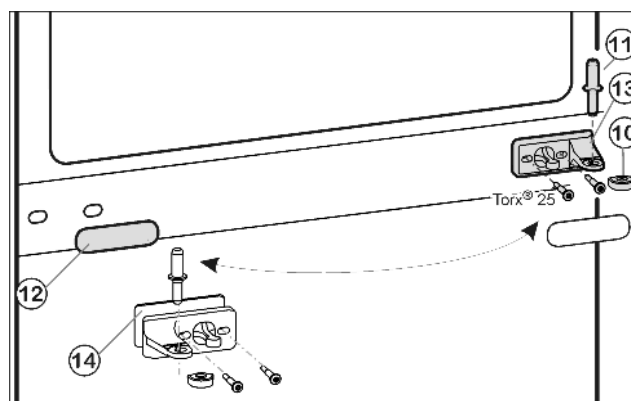
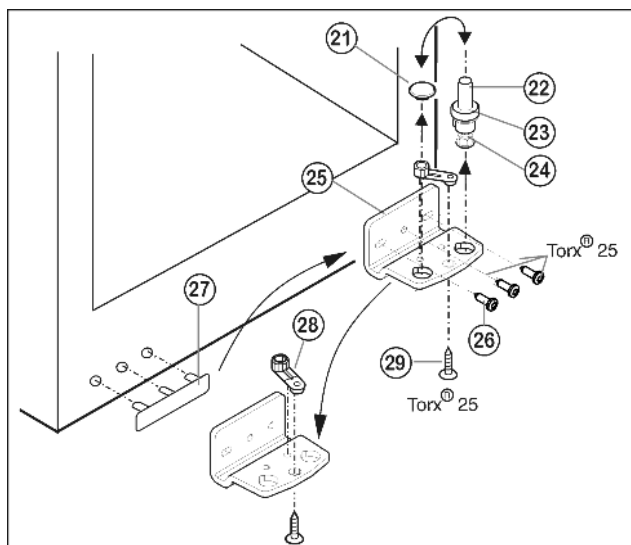

Fig. 6
Fig. 7
- Вытащите из опорного кронштейна и нижней дверцы средний опорный винт Fig. 6 (11).
- Снимите пластмассовый колпачок Fig. 6 (10).
- Открутите средний опорный кронштейн Fig. 6 (13) (2 шт. Torx® 25).
- Осторожно снимите накладку Fig. 6 (12).
- Прикрутите средний опорный кронштейн Fig. 6 (13) с подкладкой Fig. 6 (14) с поворотом на 180° на новую сторону шарнира (с моментом 4 Нм).
- Защелкните накладку Fig. 6 (12), повернув на 180°, на стороне, где теперь будет ручка.
- Извлеките опорный винт Fig. 7 (22) в комплекте с шайбой Fig. 7 (23) и регулируемой опорой Fig. 7 (24), вытягивая его вверх.
- Снимите пробку Fig. 7 (21).
- Открутите Fig. 7 (26) опорный кронштейн Fig. 7 (25).
- Открутите Fig. 7 (29) опорную деталь Fig. 7 (28) и, переставив в отверстие на противоположной стороне опорного кронштейна, снова прикрутите.
- Осторожно снимите и переставьте на противоположную сторону крышку со стороны ручки Fig. 7 (27).
- Снова прикрутите опорный кронштейн Fig. 7 (25) на новой стороне шарнира (**с моментом 4 Нм**). При необходимости используйте аккумуляторный шуруповерт.
- Переставьте пробку Fig. 7 (21) в свободное отверстие.
- Вновь установите опорный винт Fig. 7 (22) в комплекте с шайбой и регулируемой опорой. При этом фиксатор должен быть направлен назад.
- Установите нижнюю дверцу сверху на нижний опорный винт Fig. 7 (22).
- Снова наденьте пластмассовый колпачок Fig. 6 (10) на средний опорный кронштейн Fig. 6 (13).
- Вставьте средний опорный винт Fig. 6 (11) на новой стороне шарнира через средний опорный кронштейн Fig. 6 (13) в нижнюю дверцу.
- Установите верхнюю дверцу на средний опорный винт Fig. 6 (11).
- При необходимости выровняйте дверцы через два продольных паза в нижнем опорном кронштейне Fig. 7 (25) и среднем опорном кронштейне Fig. 6 (13) параллельно корпусу устройства. Для этого выкрутите средний винт на нижнем опорном кронштейне Fig. 7 (25).